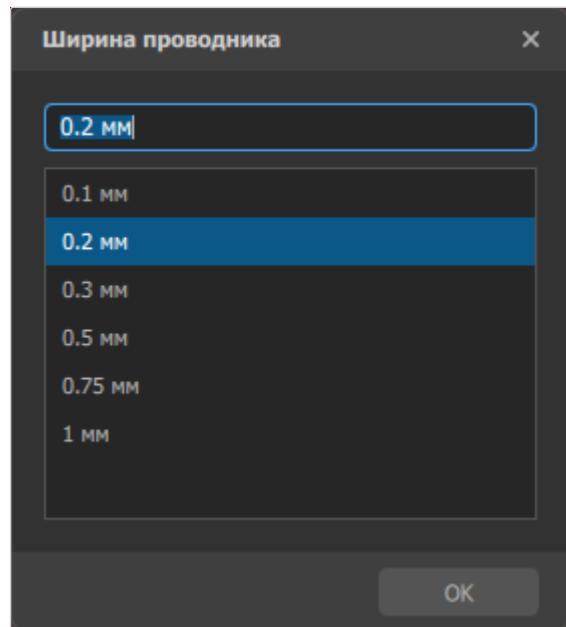

Рисунок 109. Выбор ширины сегмента
- Изменение ширины сегментов — сочетание клавиш `Shift` + `W`. Вызывает диалоговое окно «Ширина проводника» (см. рисунок 109), где можно выбрать одно из предустановленных значений или задать произвольное значение в миллиметрах.